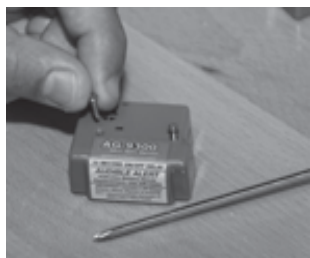

Fig 1
2. Destornille los tornillos de la parte superior de la caja de control del AG-9300 (fig 1).